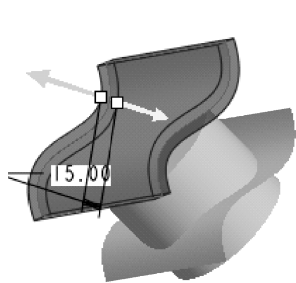

图 8-89 两侧加厚
(6) 单击对话框中的【反转】按钮，模型如图 8-89 所示，朝曲面两侧加厚，出现两个黄色箭头。